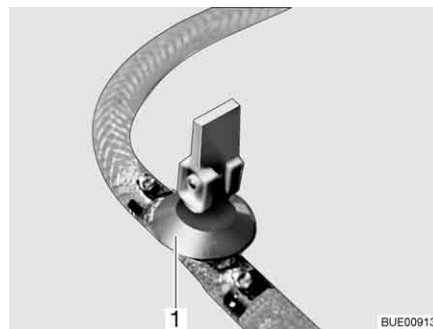

Fig. 178 Robinet de vidange
- Fermer le(s) robinet(s) de vidange. Placer le levier à bascule (Fig. 178,1) en position horizontale.
- Ouvrir le(s) robinet(s) de vidange (Fig. 178). Pour cela, placer le levier à bascule (Fig. 178,1) en position verticale. Le chauffe-eau se vide à l'extérieur.